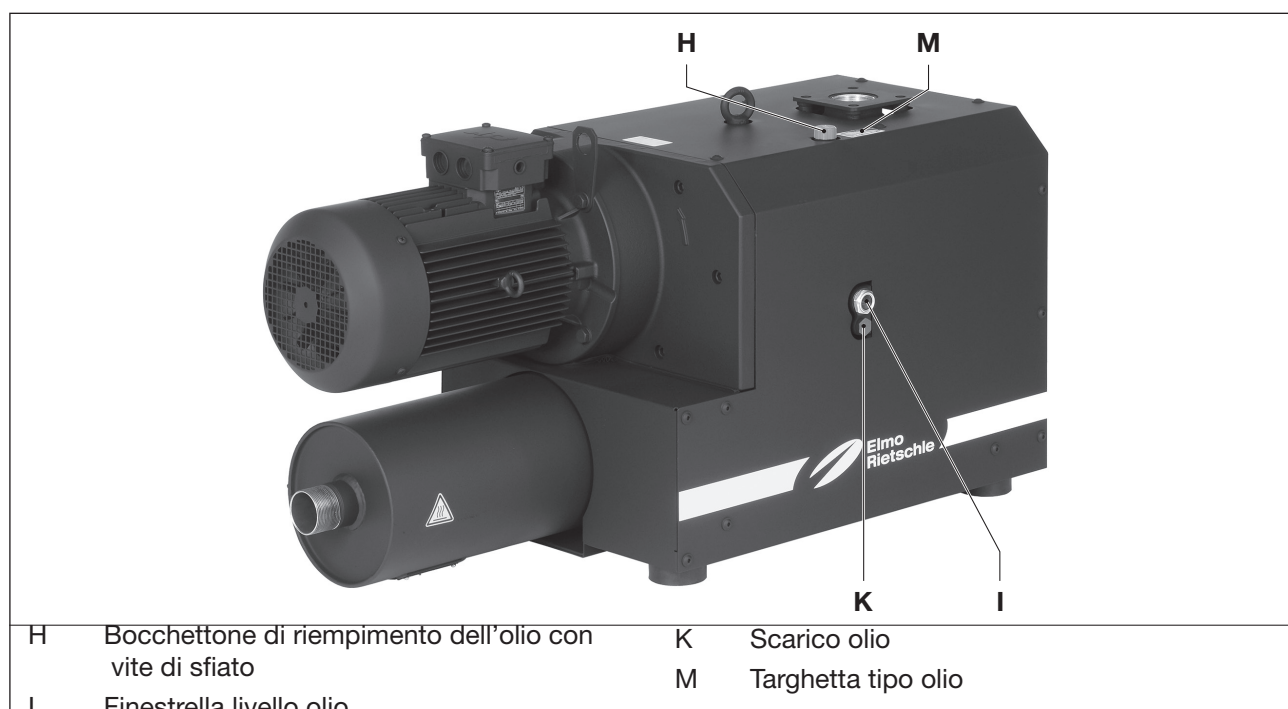

Fig. 5 Sostituire l'olio
- Controllare mensilmente il livello dell'olio attraverso le finestrelle di ispezione olio (Fig. 5/I).
- Aprire il tappo del bocchettone di riempimento dell'olio (Fig. 5/H) e riempire l'olio fino al bordo superiore della finestrella livello olio (Fig. 5/I).
Come mezzo di esercizio consigliamo l'uso di oli Elmo Rietschle (vedi anche targa olio consigliati (Fig. 5/M)): GEAR-LUBE 150 – Olio sintetico, ad alta sollecitazione e resistenza all'invecchiamento con eccellente protezione contro usura
- Aprire la vite (Fig. 5/H) del bocchettone di riempimento dell'olio e lo scarico dell'olio (Fig. 5/K) e scaricare completamente l'olio esausto.
- Chiudere il bocchettone di scarico dell'olio (Fig. 5/K) e riempire di olio nuovo attraverso il bocchettone di riempimento dell'olio (Fig. 5/H).
Controllare il livello dell'olio attraverso le finestrelle di ispezione (Fig. 5/I).
- Chiudere la vite del bocchettone di riempimento dell'olio (Fig. 5/H).